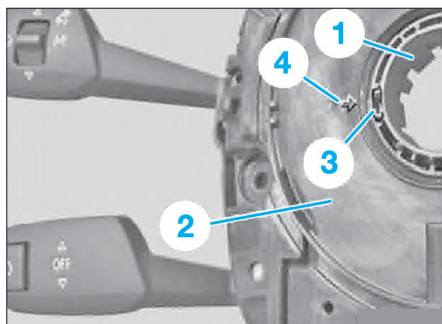

FIG. 9
- Comprimer le dispositif d'arrêt (2) et retirer dans le sens de la flèche le contacteur tournant (4) du support des commodos (3).
Ne pas faire tourner la bague (1) (Fig.9). La bloquer pour qu'elle ne tourne pas (p. ex. avec un ruban adhésif)